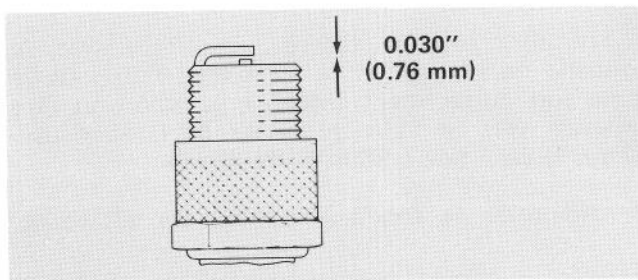

Figure 21
3. Réglez l'écartement des électrodes à 0.030 pouce (0.76 mm) (Fig. 21). Installez la bougie réglée avec son joint et serrez-la à 15 lb/pi (20.4 N·m). Si vous ne disposez pas d'une clé dynamométrique, serrez la bougie fermement.